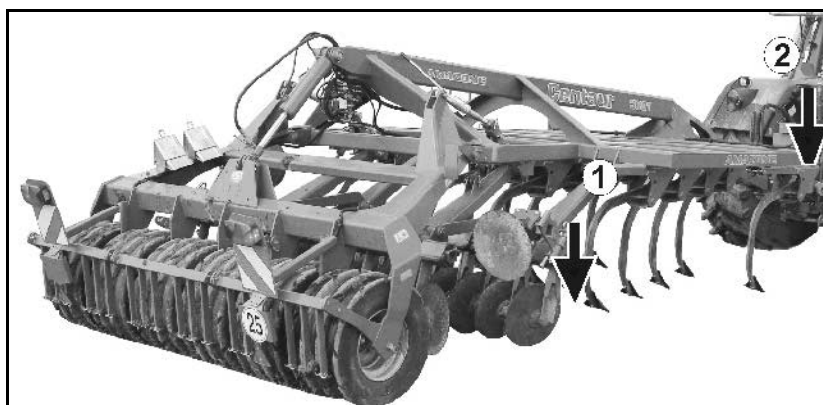

Fig. 63
- Senk maskinen helt (Fig. 63/1), vendeteigstilling!
3. Senk traktorens trekkstenger inntil rammen ligger horisontalt (Fig. 63/2).